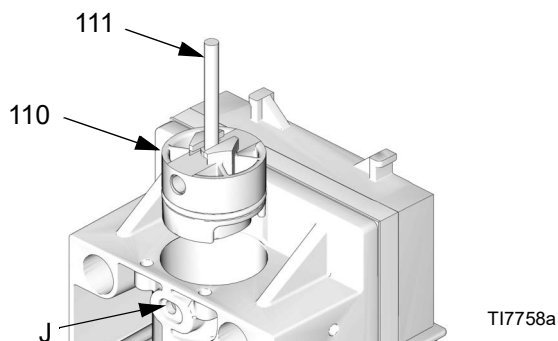

FIG. 10. Retiro de los toques del pistón
3. Vea la FIG. 10. Retire los pasadores del retén (111) de sus agujeros (J). Invierta los pasadores y deslice las cabezas en las ranuras de las tapas de extremo del pistón (110). Use los pasadores para sacar hacia afuera los toques del pistón.